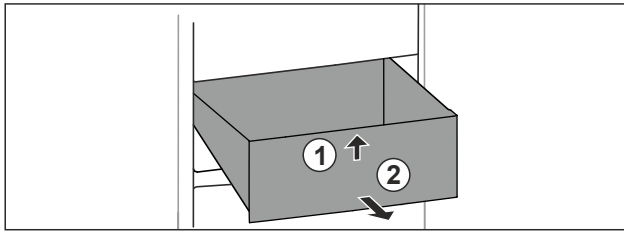

Fig. 93
- ▶ 抬起抽屉前部。 Fig. 93 (1)
- ▶ 朝前取出抽屉。 Fig. 93 (2)